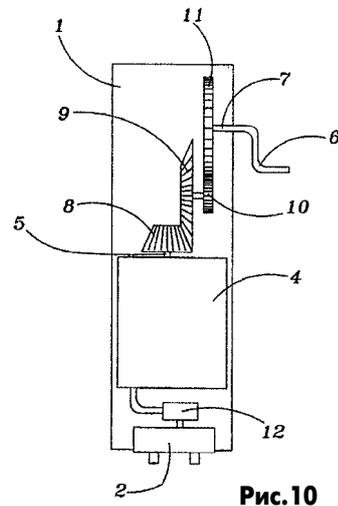

Рис.10
**Аварийный электрогенератор для портативной аппаратуры** описан в международном патенте РСТ 01/03269 (2001 г.). Генератор (рис.10) содержит корпус 1, разъем 2 для подключения к электроаппаратуре, генератор постоянного тока 4 с валом 5, рукоятку 6, вращаемую руками, и систему передачи с зубчатыми колесами 8, 9, 10, 11 для передачи вращения от рукоятки к генератору.